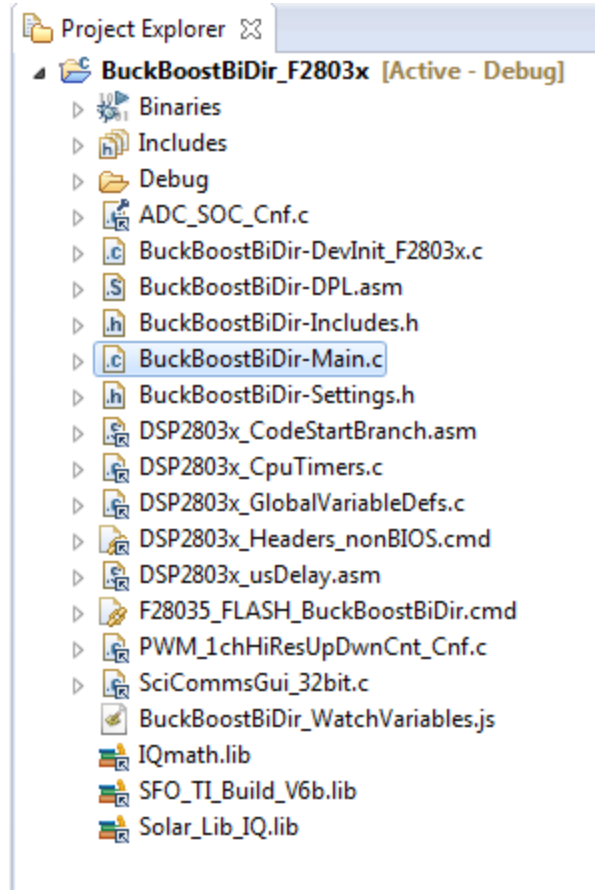

图 19. 项目浏览器 (Project Explorer) 选项卡
2. 图 19 所示为 CCSv6 C/C++ 项目 (C/C++ Project) 选项卡中的项目，该选项卡中列出了项目中使用的 所有主要文件。